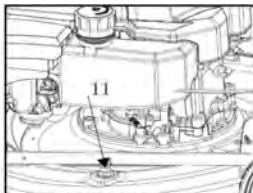

Fig. 26
2. Efectuați curățarea platformei de alimentare cu apă într-o zonă plană cu drenaj bun al apei. Conectați un furtun de grădină la racordul de apă (11) de pe platforma mașinii de tuns iarba (Fig. 26).
4. Trageți maneta de frână (3) și țineți-o apăsată pe ghidonul superior (2), apoi trageți ușor de mînerul demarorului (28) pentru a porni motorul și lama de tăiere (30).
5. Opriti motorul eliberând maneta de frână (3) când nu mai iese apă murdară sau resturi de sub produs.